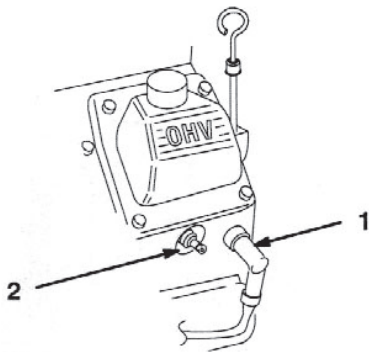

図 48
8. 点火コードを外す (図48)。プラグを取り外した時に燃焼室内に異物が落ちないように、プラグの周囲をきれいに清掃する。
3. 点火コードを取り付ける (図48)。